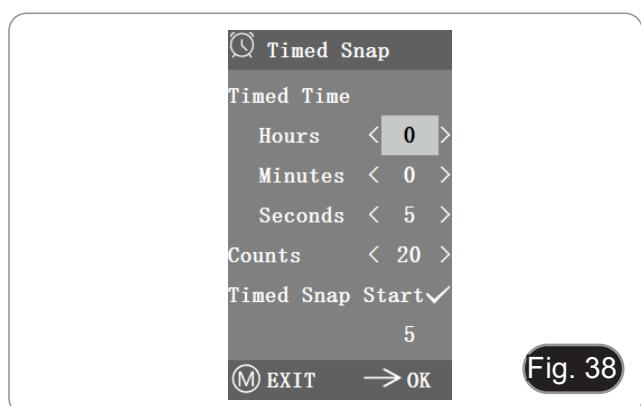

Fig. 38
- À ce moment-là, le chiffre passe en dessous. C'est le nombre d'instantanés qui ont été pris avec succès jusqu'à présent. (Fig. 38)